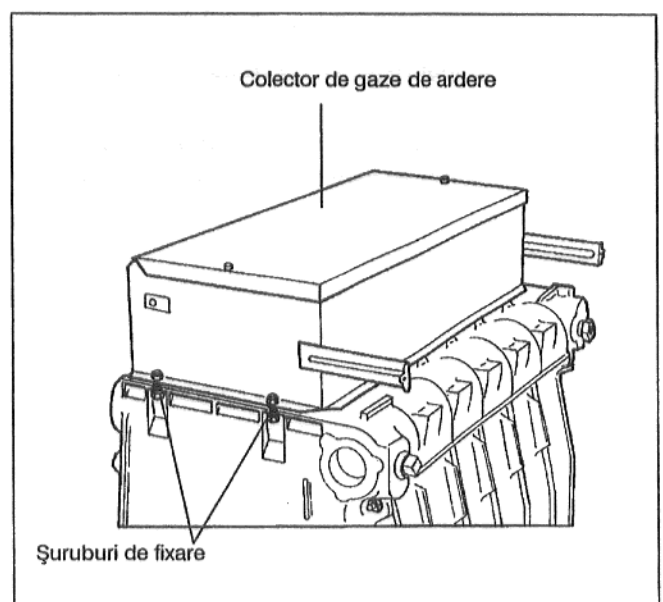

Fig. 17
- Se așează colectorul de gaze de ardere pe benzile de etanșare și se fixează lateral cu patru șuruburi (Fig. 17).